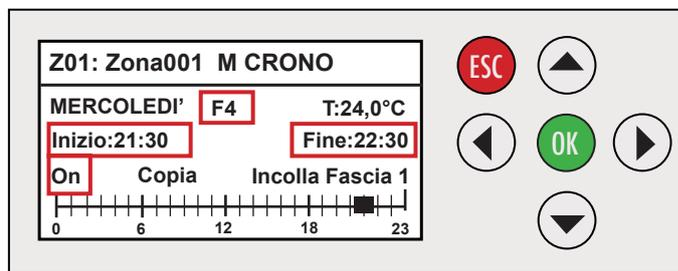

Fig.165
- 4.1 Se si intende impostare la fascia F4 premere il tasto **OK** (Fig. 165), spostarsi con il tasto freccia **◀** posizionandosi su F3. Con il tasto freccia **▼** selezionare F4. (Fig. 165)
- 4.2 Spostarsi con il tasto freccia **▶** su "On" e premere il tasto **OK** per confermare l'attivazione della fascia oraria F4. (Fig. 165)
- 4.4 Con il tasto freccia **▶** spostarsi su "Inizio:20:00". Con il tasto freccia **▲** impostare l'ora di inizio (21:30). (Fig. 165)
- 4.5 Con il tasto freccia **▶** spostarsi su "Fine:21:45". Con il tasto freccia **▲** impostare l'ora di fine (22:30). (Fig. 165)